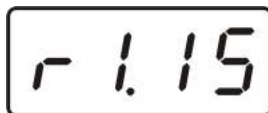

Рисунок 4.1 Индикация версии внутреннего программного обеспечения
- 4.6** При включении газоанализатора на его экране индицируется версия внутреннего ПО, см.Рисунок 4.1.